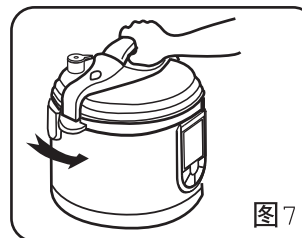
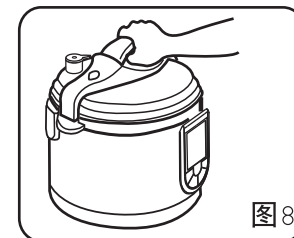

图7
图8
- 3) 手握煲盖手柄，平放至限位边，然后逆时针旋转煲盖至扣合位置，并听到扣合声。(见图7, 图8)